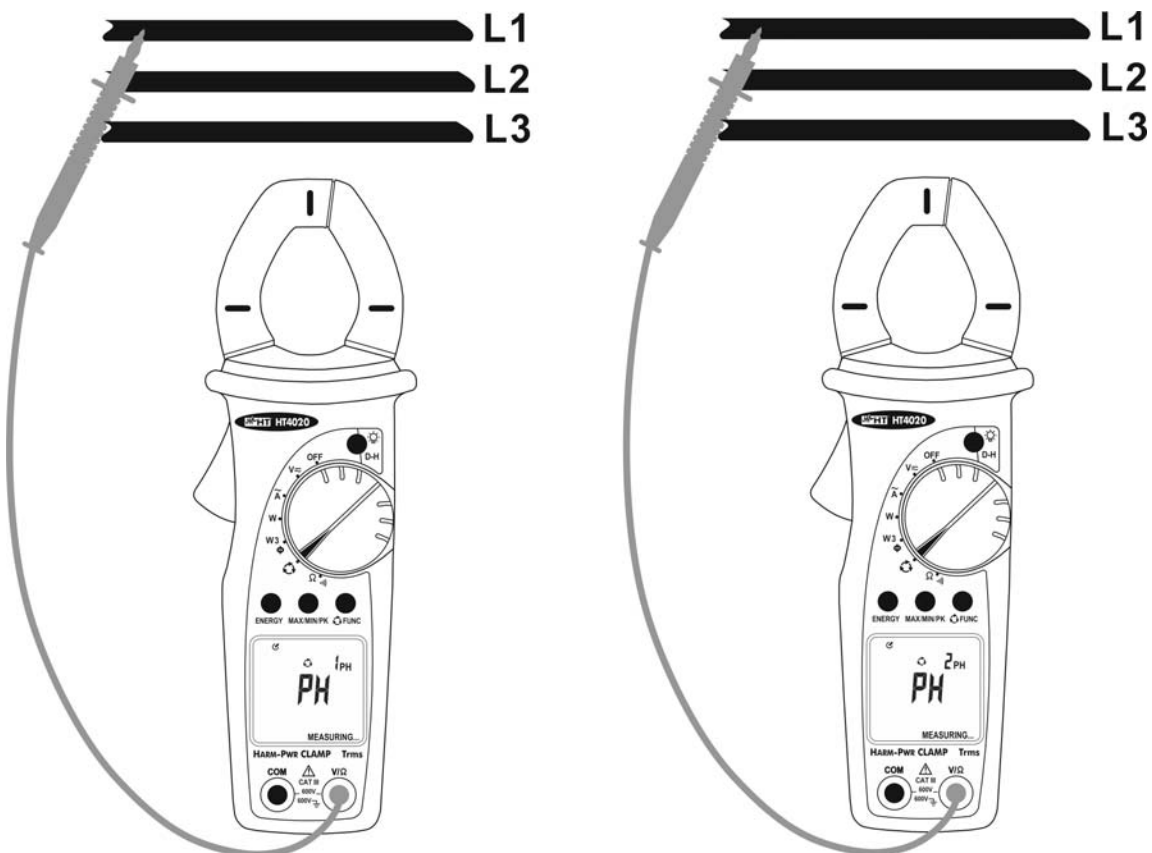

Abb. 14: Phasenerkennung
3. Verbinden Sie die rote Prüfspitze mit der Phase L1 der ersten 3-Phasen-System. (s. Abb. 14 – linken Teil). Falls nötig, kann die rote Prüfspitze an die Gummischutzkappe gesteckt werden
5. Nach ca. 1 Sekunde erscheint "MEASURING" („MESSUNG“) auf der Anzeige. Dies zeigt, dass das Messgerät bereit für die erste Messung ist (s. Abb. 14 – linken Teil)
8. Verbinden Sie die rote Prüfspitze mit der Phase L1 der zweite 3-Phasen-System (s. Abb. 14 – rechten Teil)